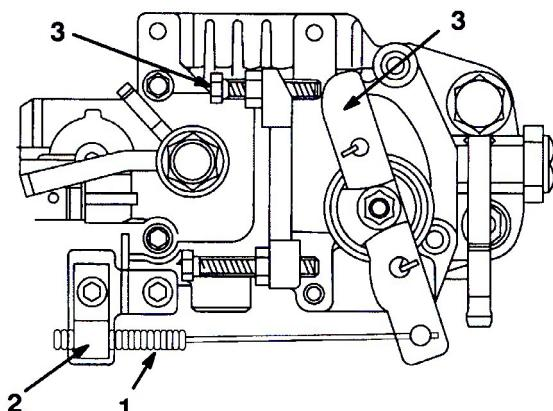

図47
1. エンジン側のスロットル・コントロール・レバー（図47）をSLOW位置にセットする。
- スロットル・ケーブルをエンジンに止めているクランプをゆるめる(図47)。
- 速度コントロール・レバーがアイドル調整ネジに当たるまでケーブルをしっかりと引く(図47)。
- エンジン側のスロットル・コントロール・レバー(図47)をSLOW位置にセットする。
- アイドル調整ネジ(図47)のロックナットをゆるめる。